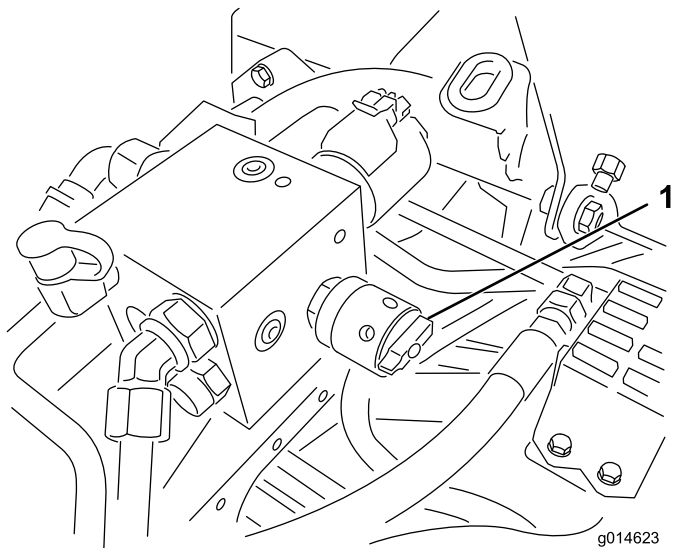

图52
4. 要调节滚刀的速度请旋转旋钮图52直至指示器箭头与在步骤3中确定的数字对齐。
6. 将滚刀速度控制杆旋转至设置 1 图52。